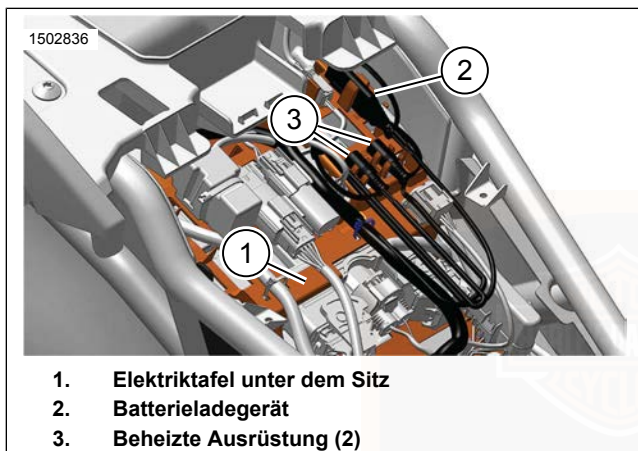

Abbildung 42. Unter dem Sitz
Siehe Abbildung 42. Die Steckverbinder für beheizte Ausrüstung (3) befinden sich in der Elektrizitätstafel unter dem Sitz (1). Um Schäden während des Betriebs zu vermeiden, müssen die Steckverbinder für beheizte Ausrüstung ordnungsgemäß verlegt werden.
2. Siehe Abbildung 42. Die unter dem Sitz versteckten Steckverbinder für beheizte Ausrüstung (3) aus der Elektrizitätstafel (1) entfernen.